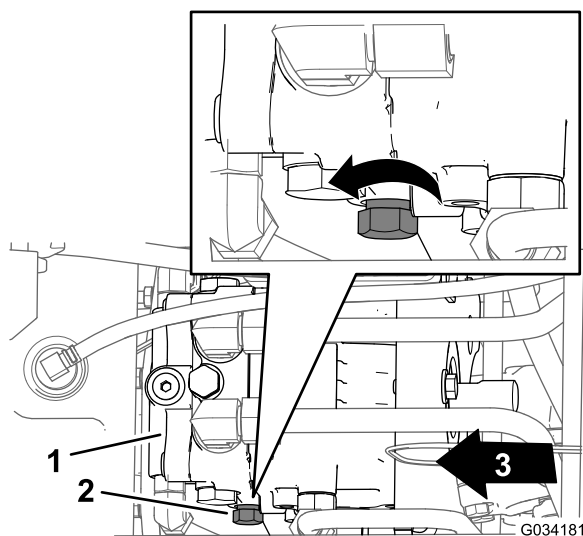

Figura 35
2. Individuate la manopola di comando per la valvola di bypass sul lato sinistro della pompa idraulica (Figura 35).
3. Ruotate la manopola di comando di 3 giri in senso antiorario (Figura 35).
1. Individuate la manopola di comando per la valvola di bypass sul lato sinistro della pompa idraulica (Figura 35).
2. Ruotate la manopola di comando (Figura 35) in senso orario fino a quando non avvertite resistenza (la valvola di bypass è chiusa).